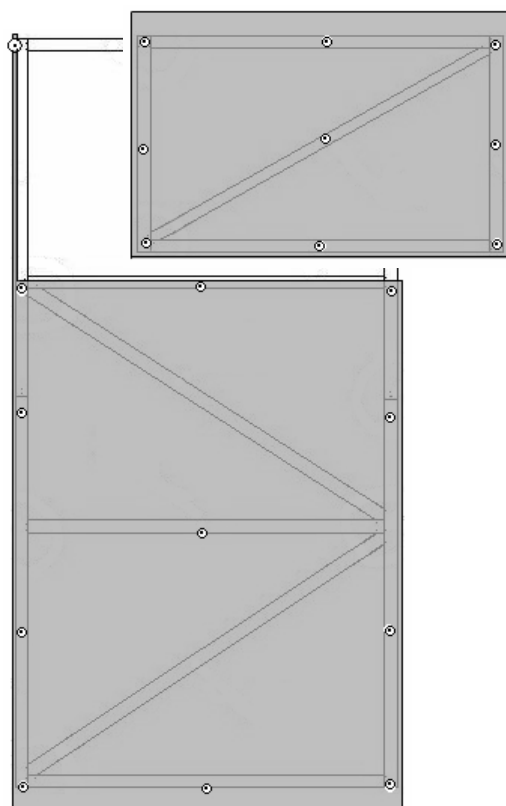

Рис.10 Крепление покрытия к двери и форточке
3.8.6. Закрепите покрытие на каркасах двери и форточка, используя винты крепления м4х14и м4х25 с шайбами (см. Рис. 10).